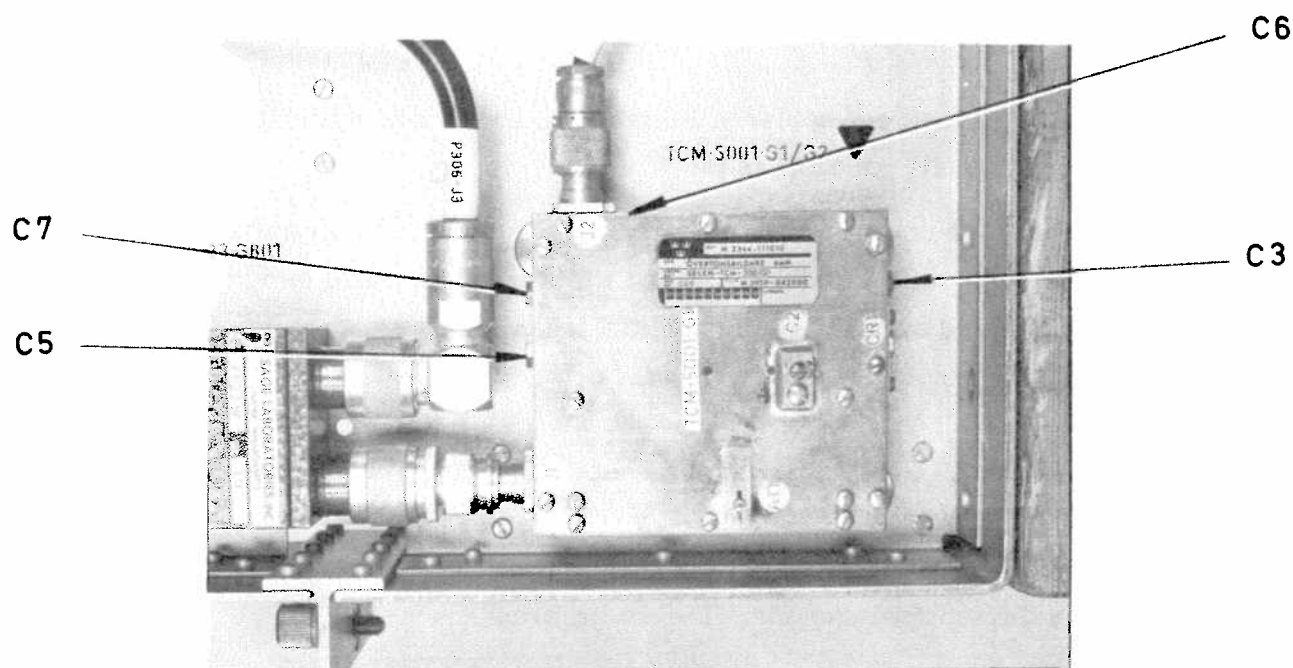

Bild 26
- 4.3.3.2 Kontrollera utkurvan på oscilloskopet. Justera eventuellt med kondensatorerna C3, C5, C7, C2 och C6 (se bild 26) i övertonsbildaren samt med kondensatorerna C28 och C29 i lokaloscillatorn tills bästa kurvform erhålls. Inga diskontinuiteter får finnas på kurvan (se bild 22).